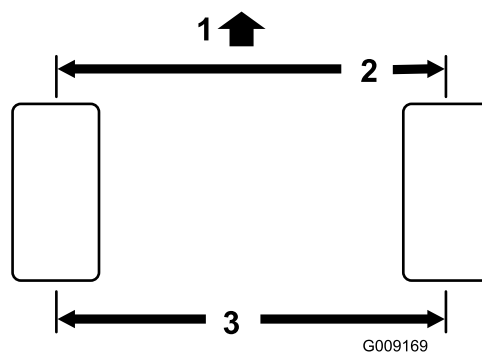

Рисунок 59
1. Измерьте межцентровое расстояние (на высоте моста) на передней и задней стороне рулевых колес (Рисунок 59).